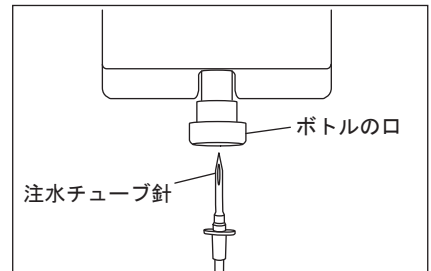

図12
- 2) 注水チューブ針をボトルの口に差し込んでください。（図12）